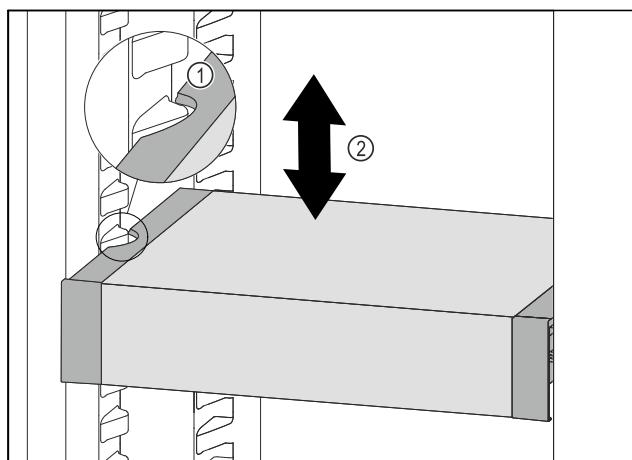

Fig. 106
- Predal VarioSafe povlecite v smeri naprej, dokler nista stranska izreza predala VarioSafe na višini nastavka za posodo v hladilniku. Fig. 106 (1)
- Predal VarioSafe premikajte v hladilniku gor ali dol, dokler ne dosežete želeno višino. Fig. 106 (2)